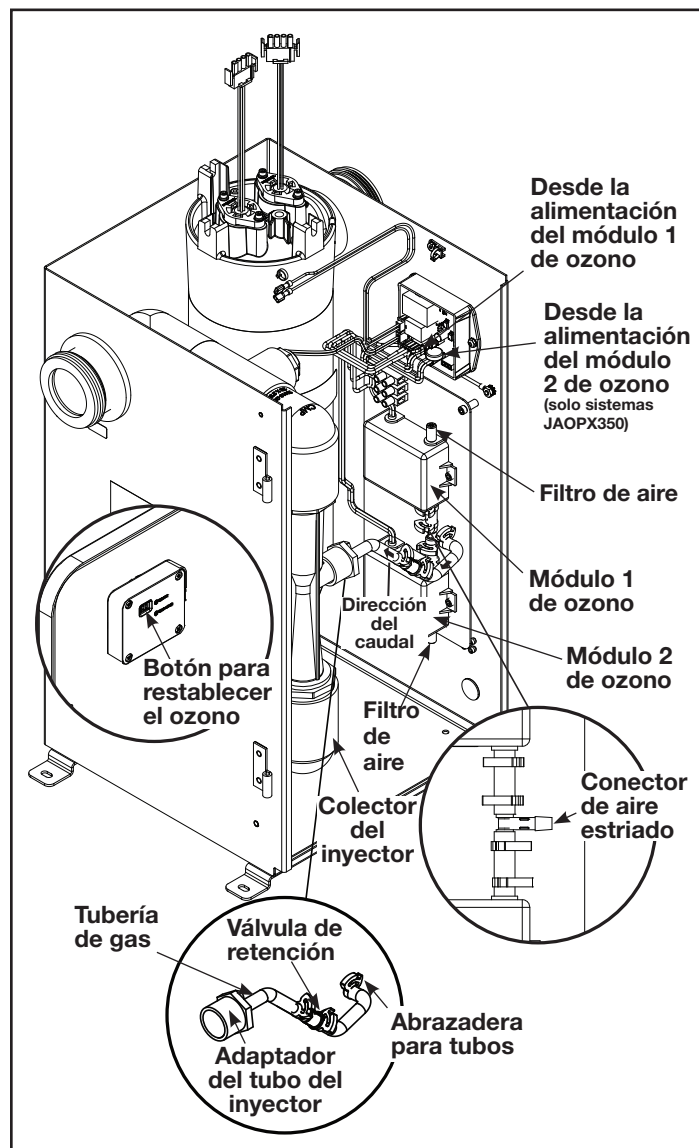

Figura 13. Módulos de ozono del sistema JAOPX200/JAOPX350
8. Presione el botón para restablecer el ozono que se encuentra en la puerta interna, detrás de las luces LED de estado. Consulte la Figura 13 a fin de conocer dónde está el botón para restablecer el ozono.
- Afloje las abrazaderas del tubo en ambos extremos de la tubería de gas ozono. Retire el conjunto del tubo de los conectores de aire estriados del adaptador del tubo del inyector y del conector estriado de salida de ozono en el módulo de ozono (modelo JAOPX200) o en el adaptador de conexión en "T" (modelo JAOPX350). Consulte la Figura 13 para saber dónde se encuentran los conectores estriados.
- Orienté la tubería de gas ozono como se muestra en la Figura 13 (observe la indicación de dirección de caudal) y asegúrese de que el gas fluya hacia el colector del inyector. Vuelva a realizar la conexión con los conectores de aire estriados del adaptador del tubo del inyector y el conector estriado de salida de ozono en el módulo de ozono (modelo JAOPX200) o en el adaptador de conexión en "T" (modelo JAOPX350). Utilice alicates para sujetar todas las abrazaderas que haya quitado o aflojado.
- Extraiga el tubo del adaptador del tubo del inyector y, luego, desenrosque el adaptador del colector del inyector. Consulte la Figura 13 para conocer dónde está el adaptador del tubo del inyector.